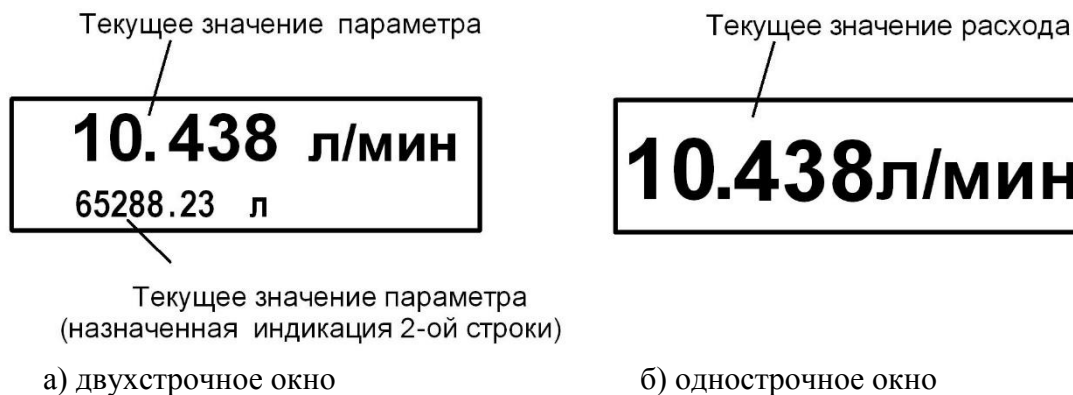

Рис.7 - Вид окна укрупненной индикации измеряемого параметра.
4.2.3 Текущие значения измеряемых параметров отображаются в окне индикации меню **Измерения** (см. рис.Г.1 приложения Г). Кроме того, в расходомере предусмотрена возможность индикации значений измеряемых параметров шрифтом большего размера (рис.7).